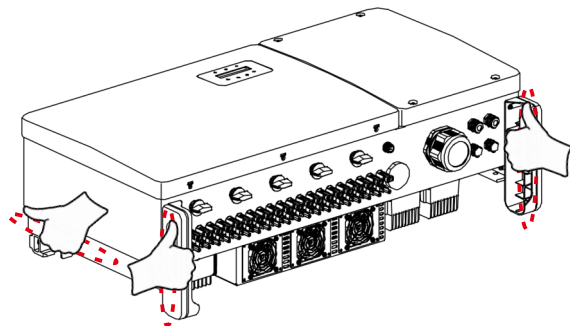

Figura 3.4 Asas del inversor
2. Se necesitan dos personas para sacar el inversor de la caja de envío. Use las asas integradas en el disipador de calor para extraer el inversor de la caja (consulte la figura 3.4).